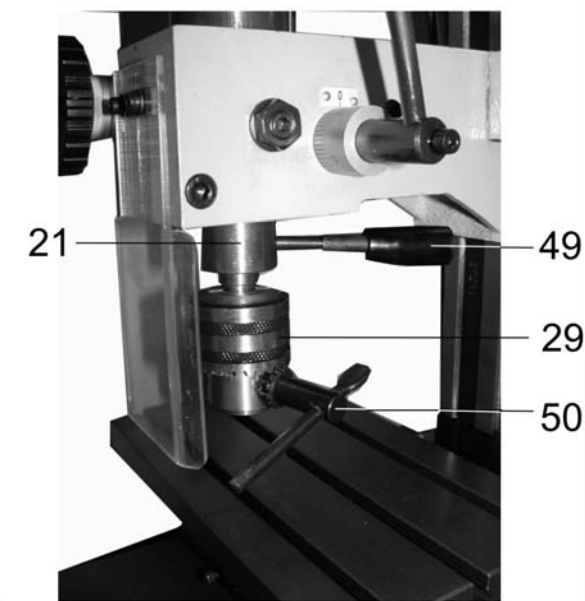

Рис.7
10.1.6. Установите и, удерживая шпindel (21) ручкой (49) с помощью ключа для сверлильного патрона (50), закрепите в сверлильном патроне (29) необходимый режущий инструмент, Рис.7.